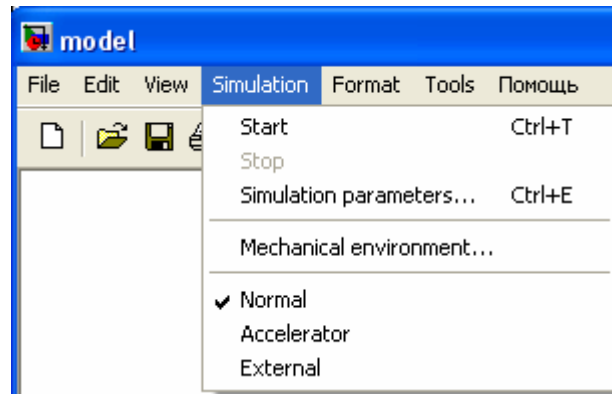
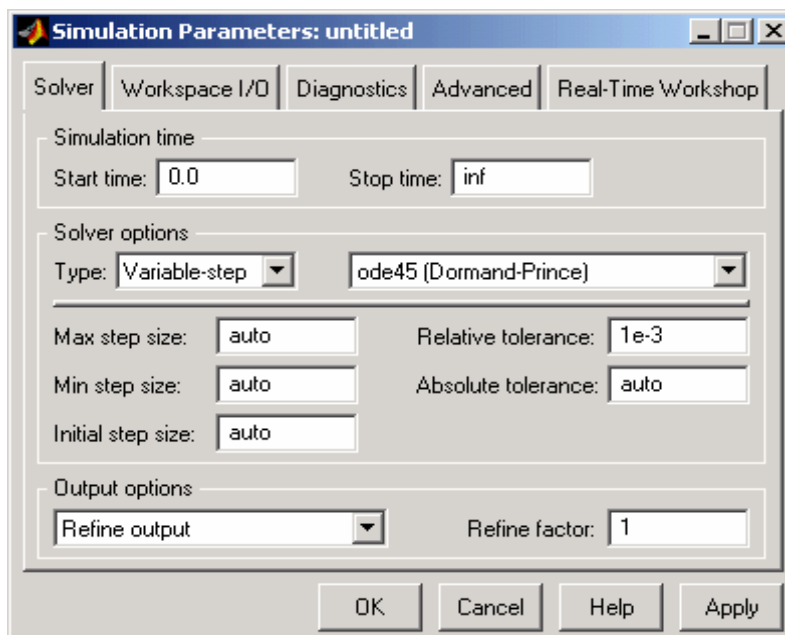

Рис. 1.84. Раздел Simulation меню пользователя
Рис. 1.85. Вкладка Solver диалогового окна установки параметров моделирования
Управлять процессом расчета модели можно с помощью кнопок, расположенных на панели инструментов модели или подсистемы, а также с помощью команд из раздела меню Simulation (рис. 1.84). Этот раздел доступен только из окна блок-диаграммы модели или подсистемы и заблокирован в окне библиотеки (Library).
Запустить расчет модели позволяет кнопка , расположенная на панели инструментов (или команда «Start», см. рис. 1.84). После запуска процесса моделирования данная кнопка преобразуется в кнопку – «пауза»  (или команда «Pause»¹) и становится активной расположенная рядом кнопка  (или команда «Stop»), которая позволяет завершить моделирование досрочно, то есть либо до истечения заданного интервала моделирования, либо до реализации предусмотренных условий окончания сеанса моделирования.
В нижней части окна моделирования при запуске модели можно увидеть индикаторы хода расчета – секундный и графический , также здесь отображается метод расчета, например, ode45 (рис. 1.85).
Раздел Simulation содержит команду «Simulation Parameters...» (см. рис. 1.84) – с ее помощью открывается диалоговое окно настроек параметров моделирования (см. рис. 1.85). Подробно остановимся только на вкладке Solver (Решатель), по остальной информации можно получить в [1 – 3] или во встроенной справочной системе MatLab.
На вкладке Solver могут быть произведены следующие установки (см. рис. 1.85):
- на панели инструментов выбрать команду Edit → Copy (Правка → Копировать) (см. рис. 1.84) или нажать правую кнопку мыши (курсор предварительно навести на выделенный блок) и выбрать в раскрывшемся списке команду Copy (Копировать).